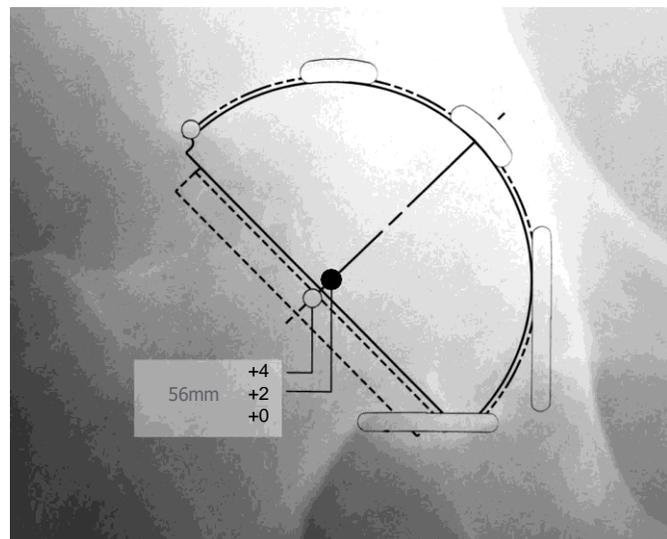

Figura 2
As determinações de tamanho acetabular são feitas com o uso da radiografia A/P do quadril. Determine a posição ideal para o componente acetabular e estime o tamanho utilizando as sobreposições do template do Sistema de Copa Acetabular PINNACLE™. A gota de lágrima acetabular pode ser referenciada como a margem inferomedial da reconstrução acetabular. O objetivo na fixação acetabular não cimentada é otimizar a posição e o contato com o osso. Uma vez que isso for determinado, marque o centro de rotação da superfície de apoio pretendida na radiografia A/P (Figura 2).
- Um guia de ressecção do colo (conforme mostrado na Figura 2), que pode ser utilizado com fluoroscopia, está disponível para ajudar a posicionar a ressecção do colo do lado anterior do fêmur (Nº de Cat. 2010-03-100 e 2010-03-105 para os lados esquerdo e direito do quadril, respectivamente).